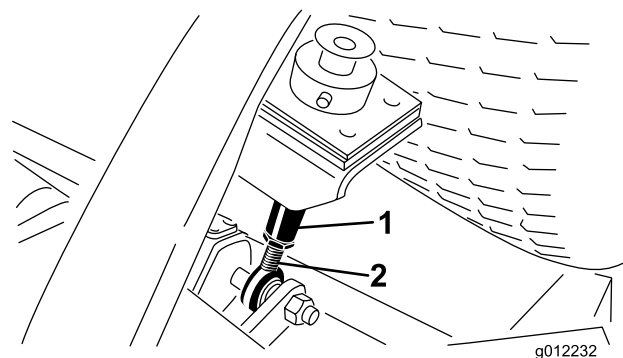

図 11
6. 刈高ロッドの下部についているジャムナットをゆるめる（図 11）。